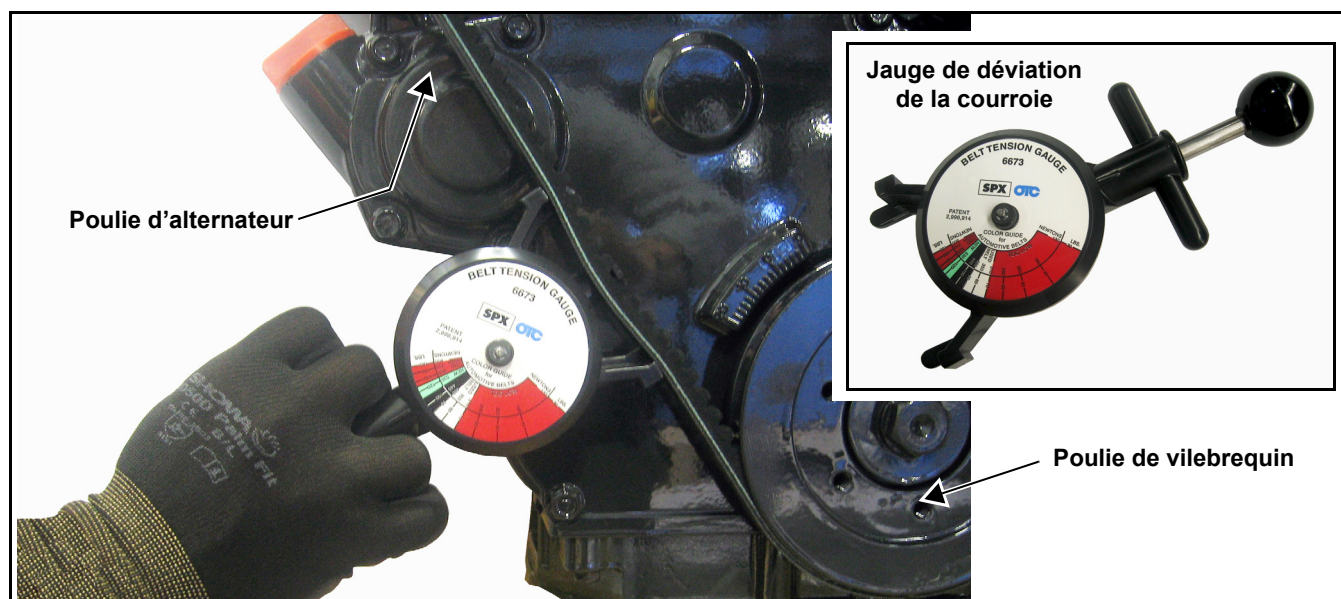

Figure 5-13. Vérification de la déviation de la courroie trapézoïdale
5. En utilisant la jauge appropriée, appliquez 10 kg f (22 lb f) entre les poulies du vilebrequin et de l'alternateur. Voir Figure 5-13.